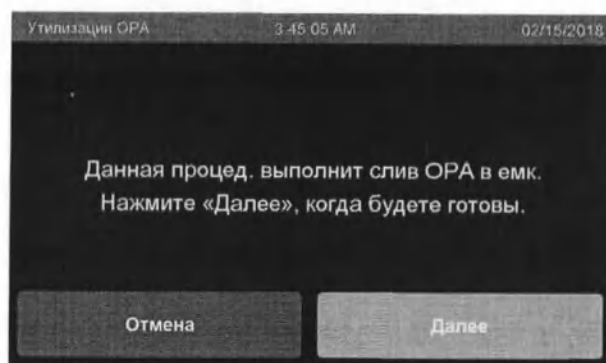

Рис. 77. Экран OPA Disposal (Утилизация ОПА)
3. После завершения процесса нейтрализации система отобразит экран OPA Disposal (Утилизация OPA) (рис. 77) и начнет утилизацию OPA.